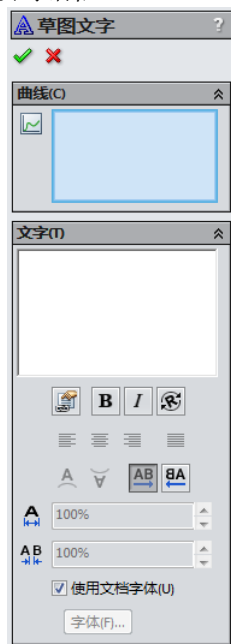
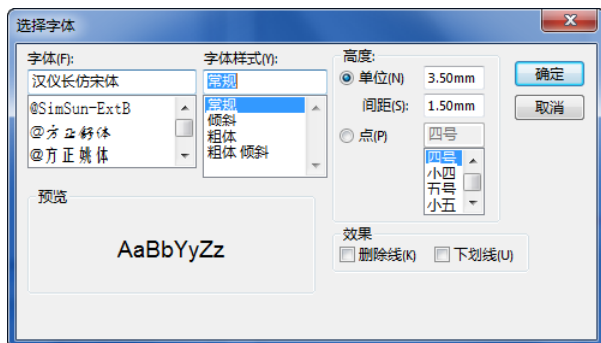

图 2-17 “草图文字”属性管理器
图 2-18 “选择字体”对话框
- (1) 单击需插入文字的模型面,打开一张新草图。
- (2) 单击“草图”工具栏中的“文字”按钮,或执行“工具”→“草图绘制实体”→“文字”菜单命令,这时出现“草图文字”属性管理器,如图 2-17 所示。
- (3) 在模型面上单击文字开始的位置。
- (4) 在“草图文字”属性管理器中的“文字”框中键入要插入的文字。
- (5) 如果要选择字体的样式及大小,取消“使用文件字体”复选框,然后单击字体按钮打开“选择字体”对话框,如图 2-18 所示,在其中指定字体的样式和大小,单击“确定”按钮关闭该对话框。